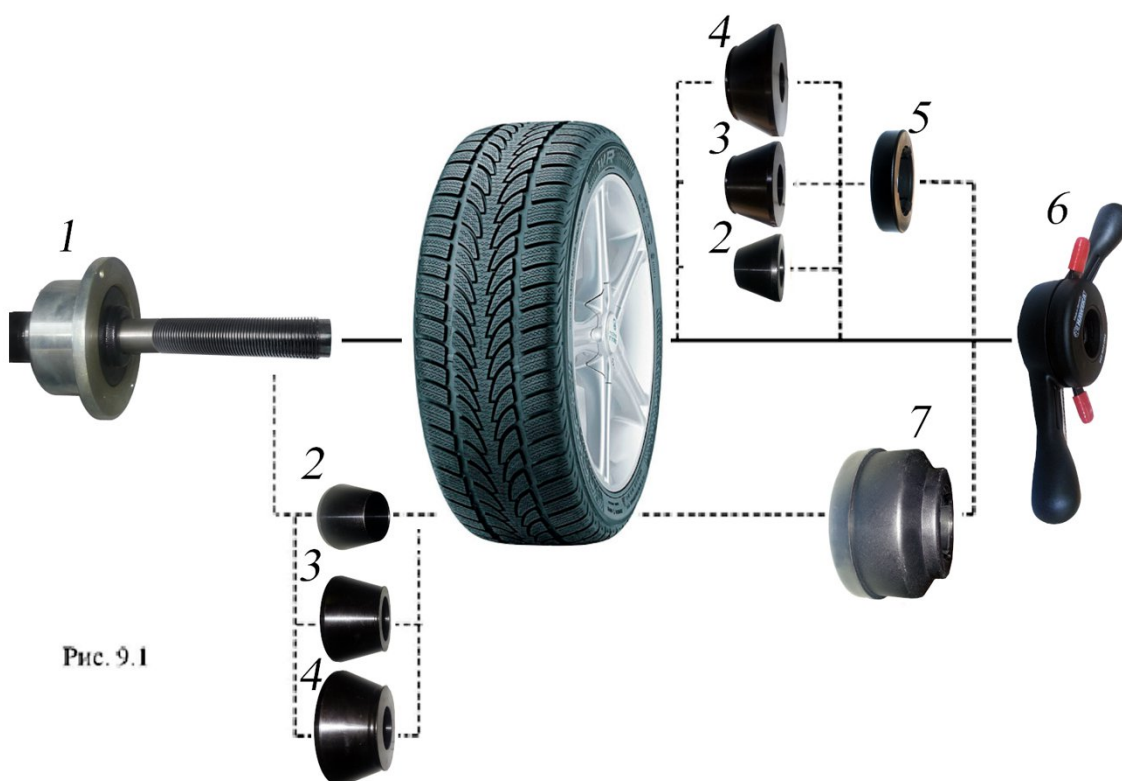

Рис. 9.1
9.2. Балансируемое колесо закрепляется на валу СБ за центральное отверстие диска с помощью конусов и быстросъёмной гайки с раздвижными резьбовыми сухарями. В зависимости от конфигурации диска, конус может быть установлен, как с внешней стороны обода (вариант "а"), так и с внутренней (вариант "б") (см. рис. 9.1)